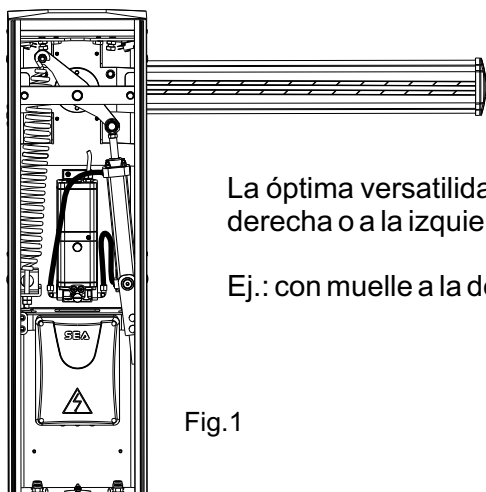

Fig.1
N.B.: El actuador se suministra de serie como en Fig.1 (con apertura a izquierda).
Barrera con apertura a izquierda (Fig. 1)